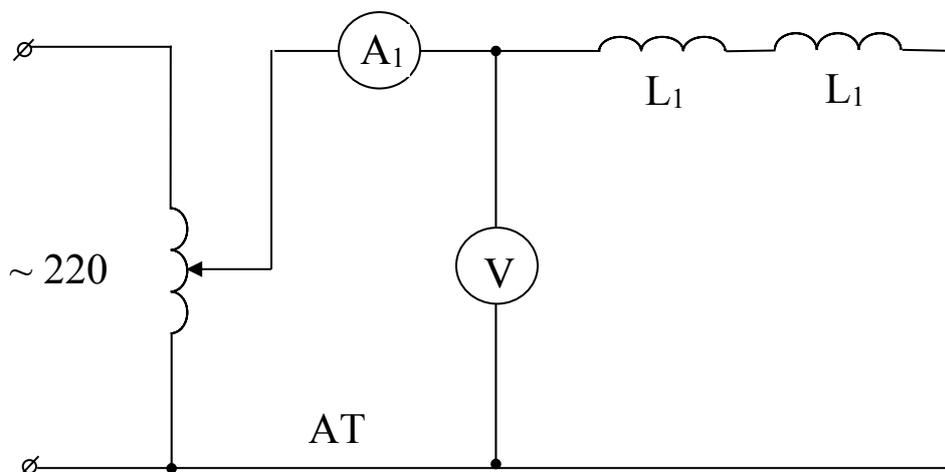

Рисунок 5.5 – Схема последовательного включения катушек
1.4. Собрать схему с последовательным соединением катушек (рисунок 5.5).